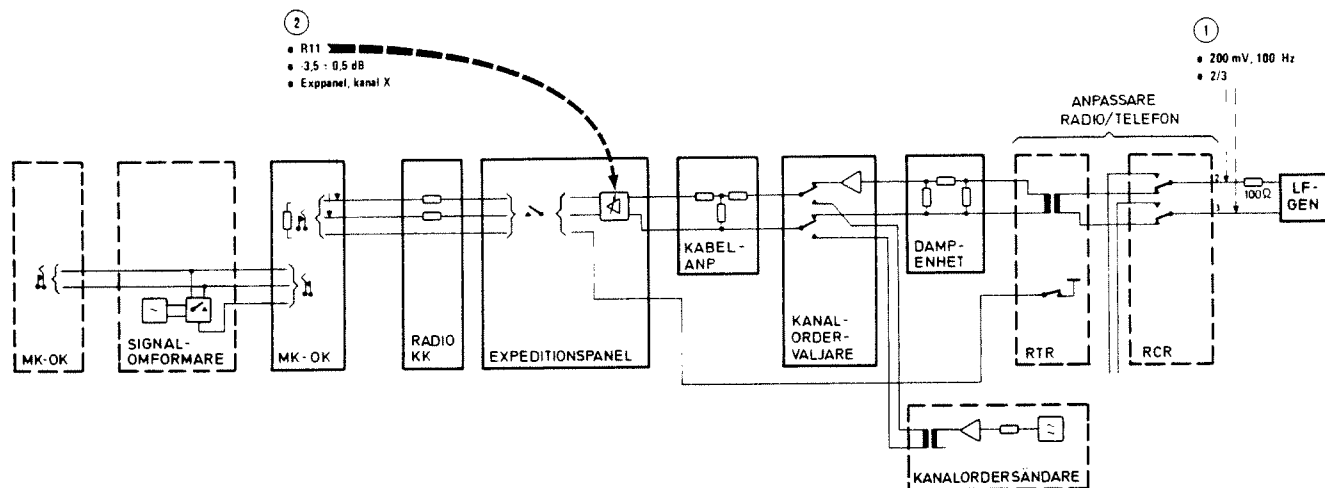

Bild 7
- Anslut nivåmetern till den aktuella expeditionssomkopplarens jack i MK-OK, pos 2 bild 7. Anslut ett motstånd på 600 ohm parallellt med nivåmetern.